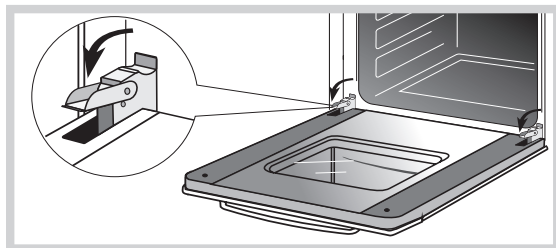

Рис.13
- поднимите и поверните до упора рычаги, расположенные на двух шарнирах (рис. 13),